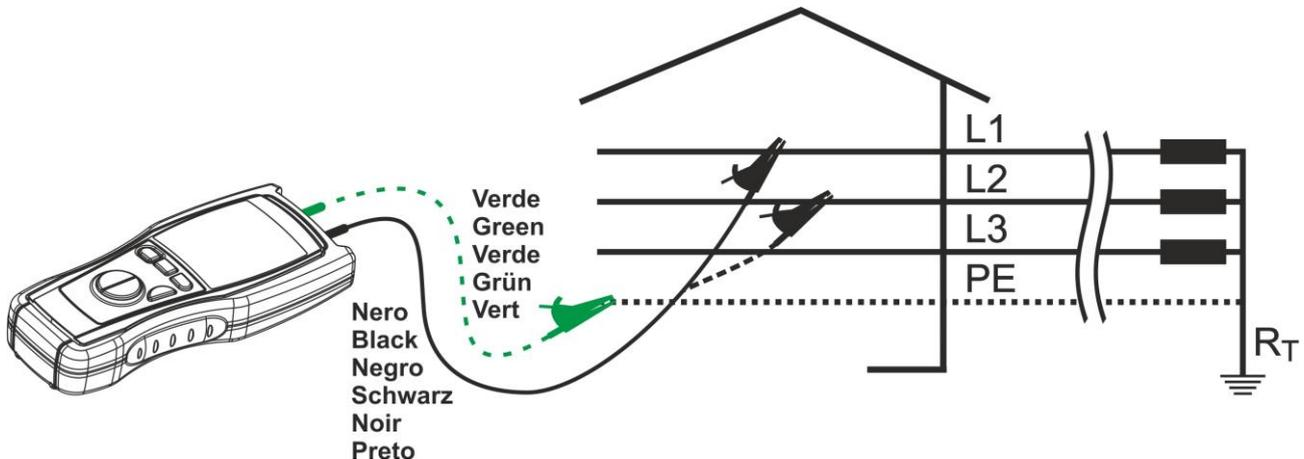

Fig. 7: Conexão dos terminais do instrumento em teste
5. Quando se seleciona a medição com dois terminais (modalidade 2W), inserir o cabo verde no correspondente terminal de entrada do instrumento e ligá-lo ao cabo do neutro ou ao cabo de proteção da instalação em exame (ver Fig. 7). Se necessário, inserir o crocodilo na extremidade da ponteira de teste.
"PH1" no display secundário que solicita ao operador para conectar o cabo de medida ao cabo da fase L1 (ver Fig. 7)
- "**PH2**" no display secundário que solicita ao operador para conectar o cabo de medida ao cabo da fase L2 (ver Fig. 7).